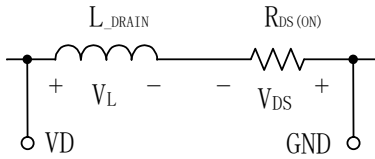

图 6. MOSFET 导通时漏极 PCB 寄生电感的电压
- 4) BP6211BS 的 VD 引脚连接到 D 引脚，连接位置为 D 引脚的焊盘。以避免引入 PCB 走线上的寄生电感。引入 PCB 寄生电感后，由于电流斜率为负，寄生电感上的电压降方向与 MOSFET 压降相反。VD 引脚实际检测到的电压是在 MOSFET 的 V_{DS} 上叠加了一个正的直流偏置（如图 6）。因此，自适应驱动电压偏低，MOSFET 损耗增加，降低了系统效率。